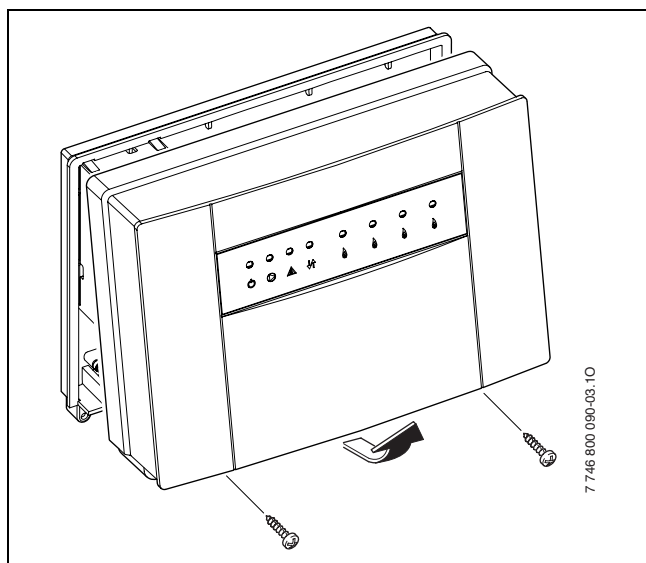

Рис. 7
- ▶ Відкрити корпус модуля ICM (головний ICM) (→ рис. 7).